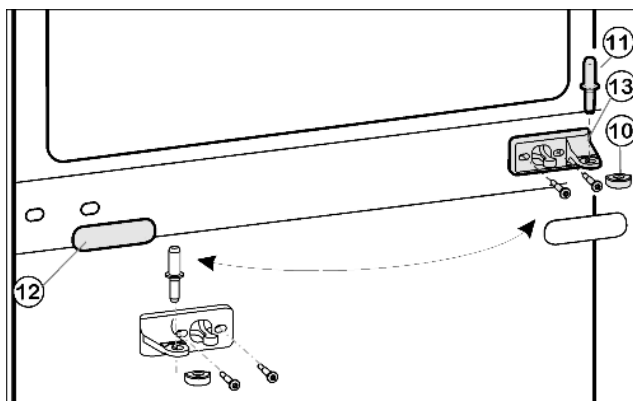
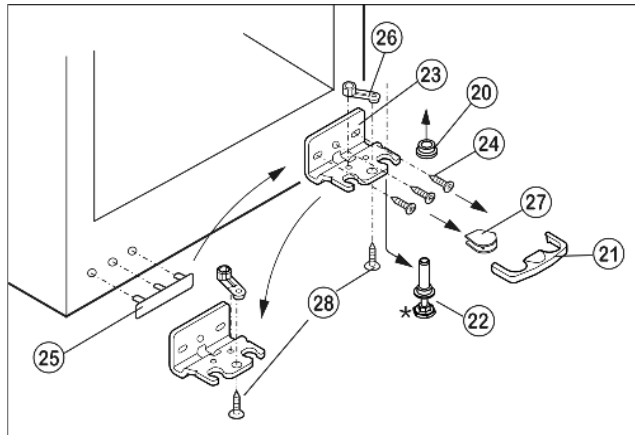

Fig. 5
Fig. 6
- ▶ Вытащите из опорного кронштейна и нижней дверцы средний опорный палец Fig. 5 (11).
- ▶ Пластмассовый колпачок Fig. 5 (10) снимите.
- ▶ Снимите средний опорный кронштейн Fig. 5 (13).
- ▶ Осторожно снимите накладку Fig. 5 (12).
- ▶ Открутите средний кронштейн Fig. 5 (13) и прикрутите его с поворотом на 180° на новую сторону шарнира с усилием мин. 4 Нм.
- ▶ Защелкните накладку Fig. 5 (12), повернув на 180°, на стороне, где теперь будет ручка.
- ▶ Предохранитель Fig. 6 (21) снимите движением вперед.
- ▶ Снимите крышку Fig. 6 (27).\*
- ▶ Полностью вверните регулируемую опору Fig. 6 (22).
- ▶ Вытяните опорный палец Fig. 6 (22) вниз и вперед. При этом следите за гнездом шарнира Fig. 6 (20).
- ▶ Открутите опорный кронштейн Fig. 6 (23)(3 шт. Torx 25) Fig. 6 (24).
- ▶ Открутите опорную деталь Fig. 6 (26)(1 Torx 25) Fig. 6 (28) и, переставив в отверстие на противоположной стороне опорного кронштейна, снова прикрутите.
- ▶ Осторожно приподнимите и переставьте крышку Fig. 6 (25) со стороны ручки.
- ▶ Снова прикрутите нижний опорный кронштейн Fig. 6 (23) на новой стороне шарнира при необходимости с помощью аккумуляторного шуруповерта с усилием мин. 4 Нм.
- ▶ Установите крышку Fig. 6 (27) на противоположной стороне.\*
- ▶ Предохранитель (21) нужно зафиксировать сбоку на кронштейне, чтобы опорный палец и двери были защищены от выпадения.
- ▶ Снова защелкните предохранитель (21) на опорном кронштейне.
- ▶ Наденьте гнездо шарнира Fig. 6 (20).
- ▶ Установите нижнюю дверцу сверху на нижний опорный палец Fig. 6 (22).
- ▶ Снова наденьте пластмассовый колпачок Fig. 5 (10) на средний опорный кронштейн Fig. 5 (13).
- ▶ Вставьте средний опорный палец Fig. 5 (11) на новой стороне шарнира через средний опорный кронштейн Fig. 5 (13) в нижнюю дверцу.
- ▶ Установите верхнюю дверцу на средний опорный палец Fig. 5 (11).
- ▶ При необходимости выровняйте дверцы через два продольных паза в нижнем опорном кронштейне Fig. 6 (23) и среднем опорном кронштейне Fig. 5 (13) параллельно корпусу устройства. Для этого выкрутите средний винт на нижнем опорном кронштейне Fig. 6 (23).